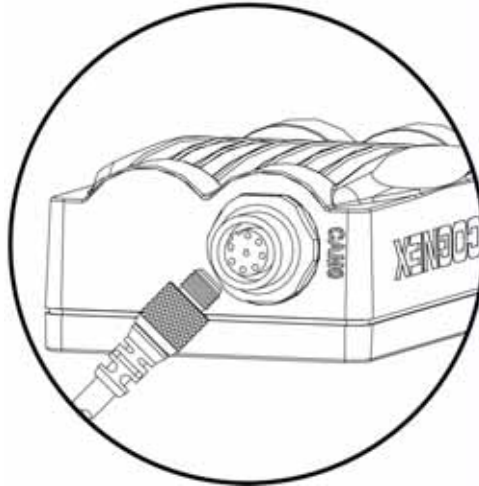

Figure 3-2 : Connexion CAM0
3. Raccordez le connecteur M12 du câble de la caméra au connecteur CAM0 du capteur In-Sight (Figure 3-2).